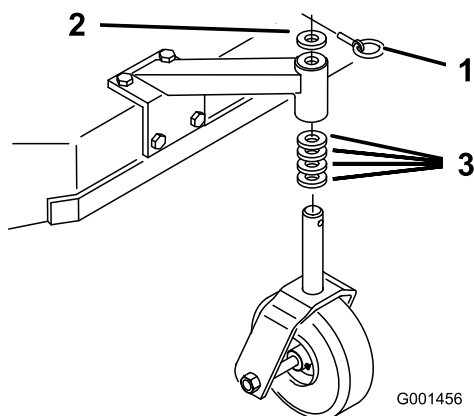

Bild 17
1. Stellen Sie die Distanzstücke des Laufrads mit der Schnitthöhentabelle entsprechend dem ausgewählten Achsenloch ein (Bild 17).
- Entfernen Sie den Sperrstift, schieben Sie das Laufrad von der Stütze und ändern Sie die Distanzstücke (Bild 17).
- Montieren Sie das Laufrad in der Stütze und setzen Sie den Sperrstift ein (Bild 17).